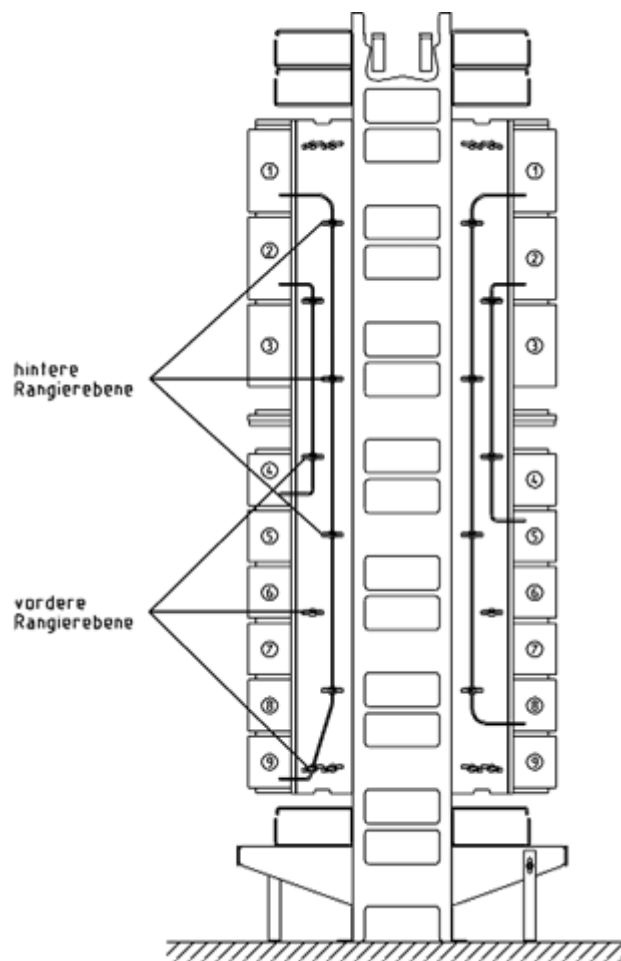
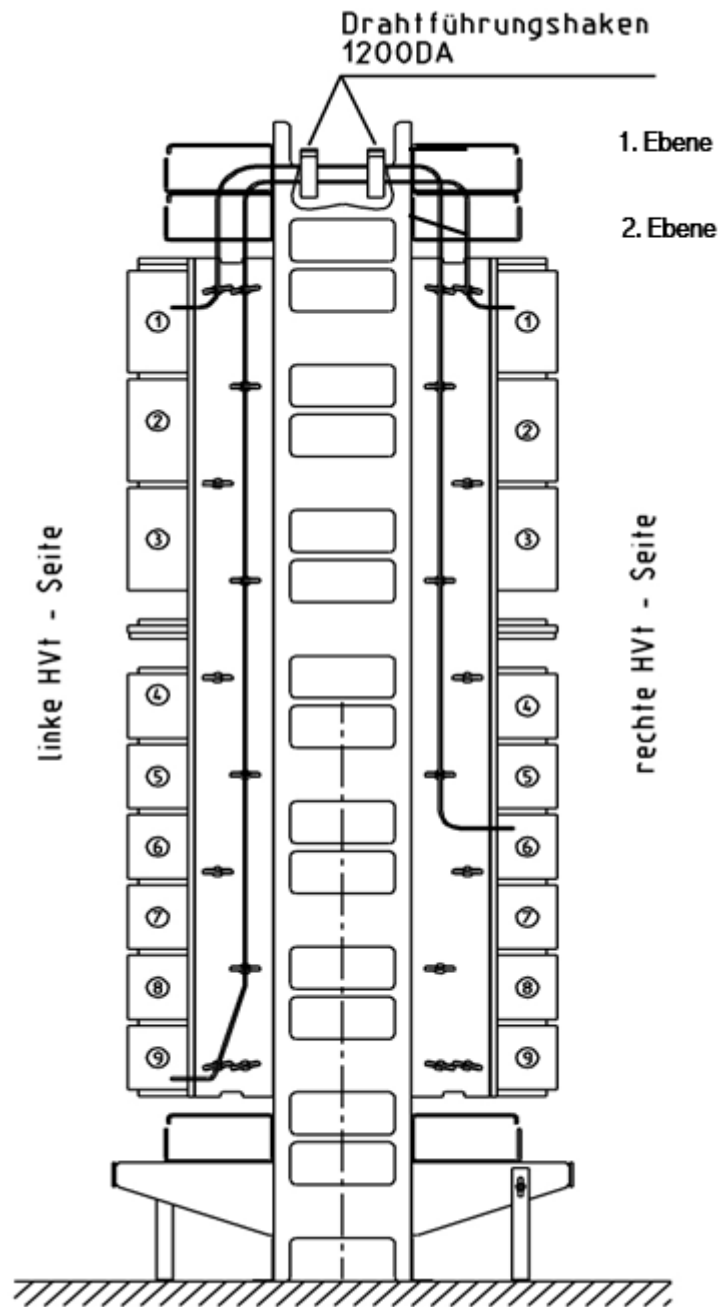

Abbildung 27: HVt 95Q – Rangierverbindungen, Teil 1
Abbildung 29: HVT 95Q - Rangierverbindungen, Teil 3
- 3) Rangierungen sind nach den entsprechenden Ausführungsunterlagen und Rangiervorschriften (*Abbildung 27* bis *Abbildung 29*) auszuführen.